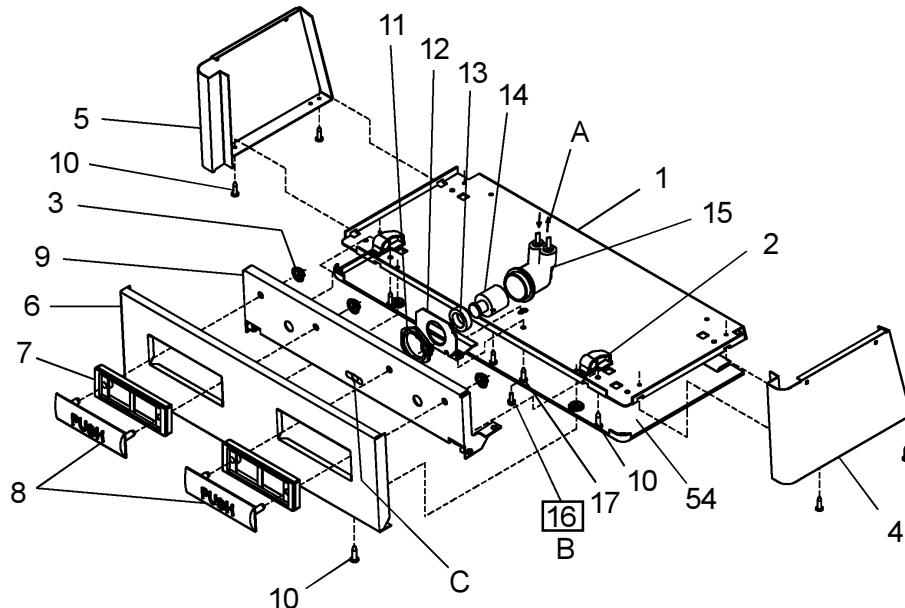

FIG. 3
- 8) Stream height is factory set at 45-50 PSI. If supply pressure varies greatly from this, readjust stream height to approximately 1-1/2" (38mm) above the bubbler guard by turning adjustment screw, accessible by removing front push panel, Item No. 48 (see Fig. 3).
- 10) Replace the front panel and secure by retightening four (4) screws.
- 8) La altura del chorro se determina en la fábrica a 45-50 PSI. Si la presión del suministro varía demasiado de este valor, readjuste la altura del chorro a aproximadamente 1-1/2" por encima del protector del borboteador dando vuelta al tornillo de ajuste sacando el panel frontal de empuje, Artículos 48 (vea Fig. 3).
- 10) Vuelva a colocar el panel frontal y asegúrelo apretando nuevamente los cuatro (4) tornillos.
- 8) Le niveau d'écoulement est réglé en usine à 45-50 Lb/po². Si la pression varie beaucoup de ce point, ajustez le niveau à nouveau à environ 1-1/2" (38mm) au-dessus du protège-barboteur en tournant la vis de réglage du régleur que l'on trouve en retirant le panneau, article 48 (voir fig. 3).
- 10) Replacez le panneau avant et fixez le en place en resserrant les quatre (4) vis.